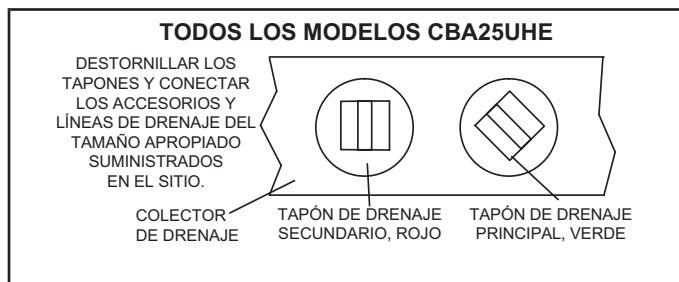

FIGURA 14. Conexiones de las líneas de drenaje
- 3 - Coloque la unidad de modo que esté inclinada hacia el extremo del colector de drenaje de flujo ascendente y nivélela desde el extremo delantero al extremo trasero (ver la Figura 14).
Asegúrese de que la unidad esté inclinada (similar a la pendiente en la Figura 14) de modo que el colector de drenaje se vacíe por completo sin que quede agua estancada en el colector.